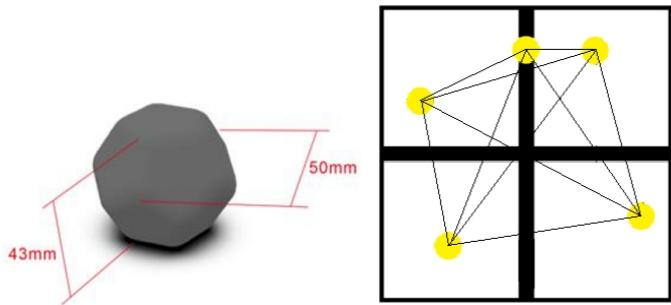

图 10 障碍规避任务图
**4.6.1** 在某个十字拼装块中放置有 5 个长、宽、高均不大于 50mm 的 EVA 十二面体障碍。障碍的放置位置要保证其轴线与地面的五个交点之间的连线有 10 条，且其中至少有 5 条连线的长度不小于 320mm，如图 10 所示。